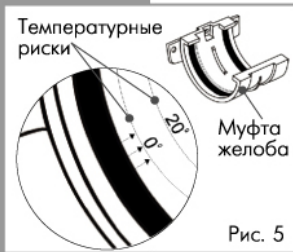

Рис. 5
2. Соединение отрезков желоба осуществляется с помощью муфт желоба, имеющих два резиновых уплотнителя и температурные риски, указывающие где разместить край желоба при установке для компенсации термического расширения. Температурные риски представлены отметками "0" и "20", на которых устанавливаются края отрезков желоба при монтаже в летний и зимний периоды (рис. 5).